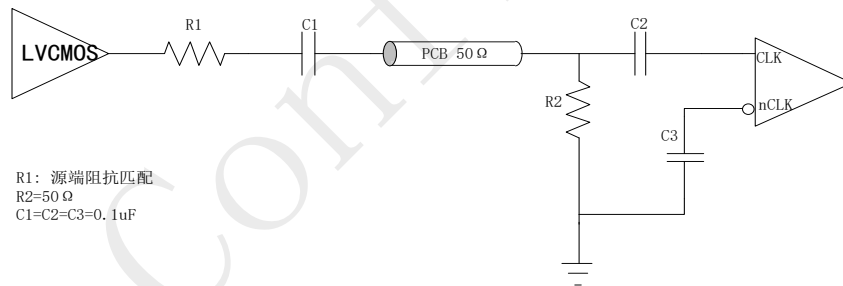
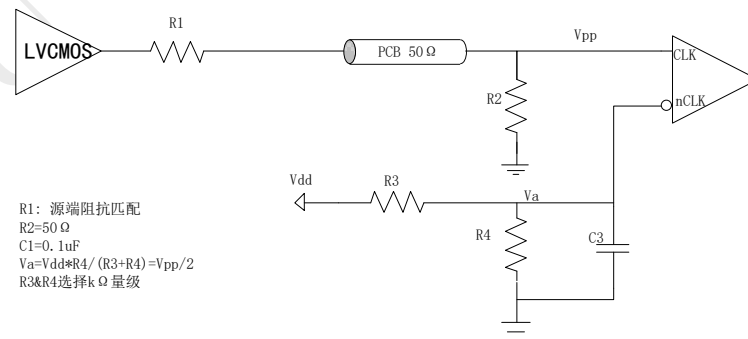

图3. LVCMOS 单端时钟驱动 CLK/nCLK 交流耦合
图4. LVCMOS 单端时钟驱动 CLK/nCLK 直流耦合
**CLK/nCLK 单端输入:** CLK/nCLK 也支持单端 LVCMOS 输入, 通过耦合匹配电路将输入信号进行转换, 满足规格书定义的电气参数。可以参考图 3 和图 4 推荐的匹配电路。